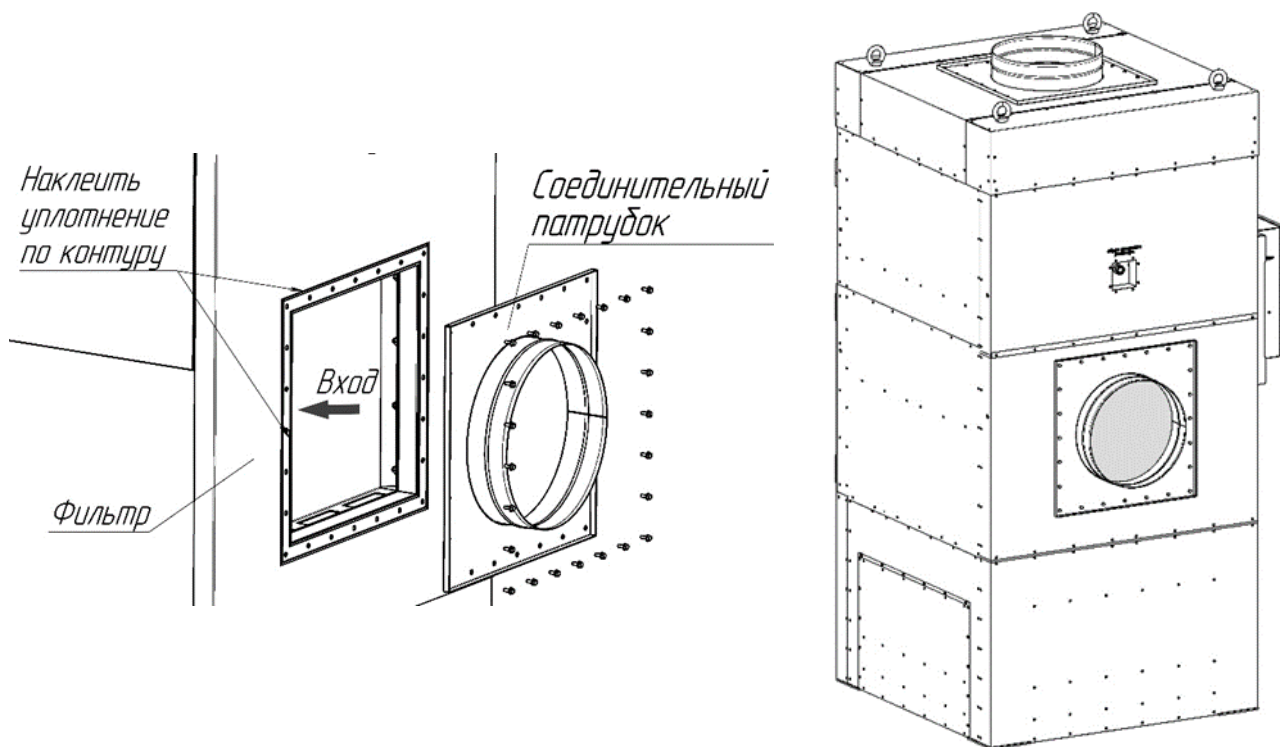

Рисунок 7
5.2.2 Выкрутить болты М6х16 по контуру входного и выходного отверстий. Наклеить по периметру отверстий в два ряда ленту уплотнительную HORDA-D (входит в комплект поставки). Установить соединительные патрубки, закрепить болтами М6х16 (рисунок 7).